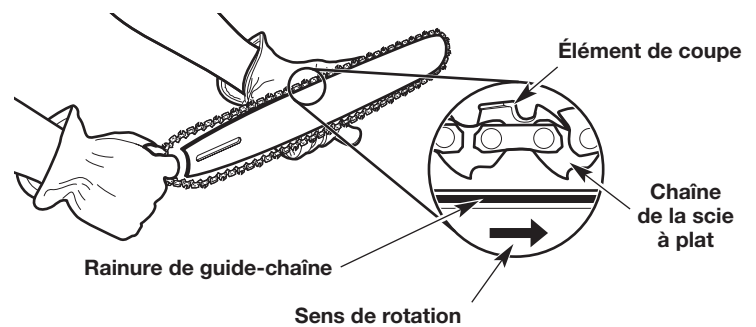
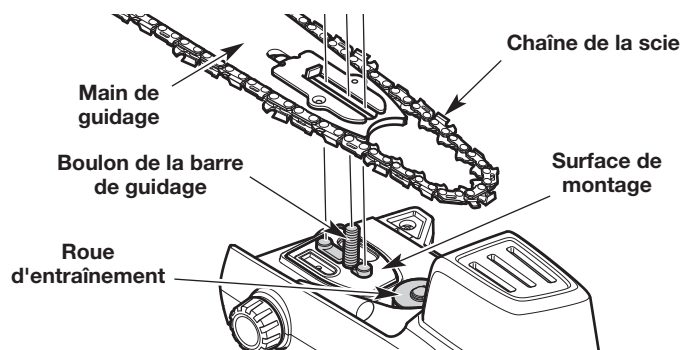

Fig. 24
Fig. 25
3. Retirer soigneusement la chaîne de scie et la barre de guidage (Fig. 25).
3. Faites entrer la chaîne dans la rainure du guide-chaîne (Fig. 24). Assurez-vous que les couteaux pointent dans le bon sens de rotation (Fig. 24). Gardez une boucle de chaîne à l'extrémité arrière du guide-chaîne (Fig. 24).
4. Maintenez la chaîne et le guide-chaîne ensemble, en position sur l'appareil. Enrouler la chaîne de la scie autour de la roue d'entraînement dentée et installer la barre de guidage sur le boulon de la barre de guidage (Fig. 25). Assurez-vous que le guide-chaîne est à plat contre la surface de montage (Fig. 25). Assurez-vous que les méplats de la chaîne se trouvent dans les rainures sur le pignon d'entraînement (Fig. 24).